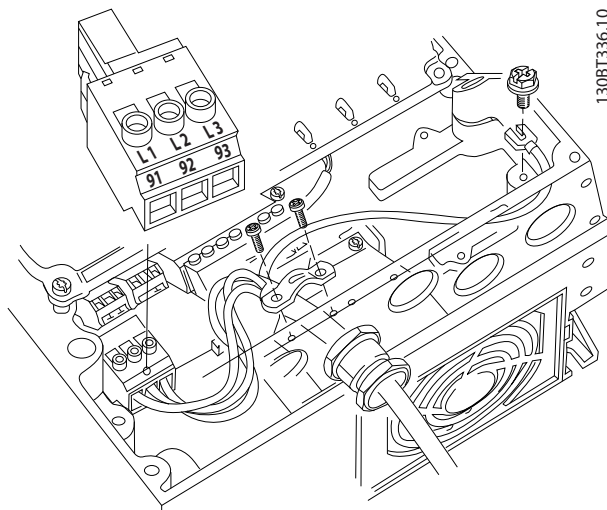

图 2.11 连接到交流主电源
- 将三相交流输入电源线路连接到端子 L1、L2 和 L3 上（请参阅 图 2.11）。